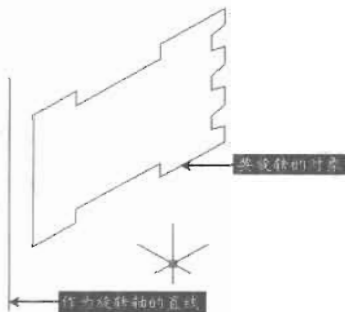

图 13-38
(1) 根据原始文件路径打开图形, 如图 13-38 所示。
(2) 调整网格密度, 这样可以使生成的网格看起来更平滑, 命令执行过程如下。